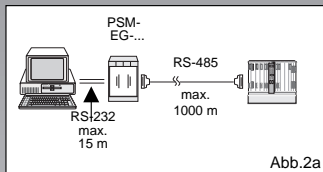

Abb.2a
- **Schnittstellenanpassung** zwischen einer RS-232-Schnittstelle und einer RS-485-Schnittstelle (Abb.2a)